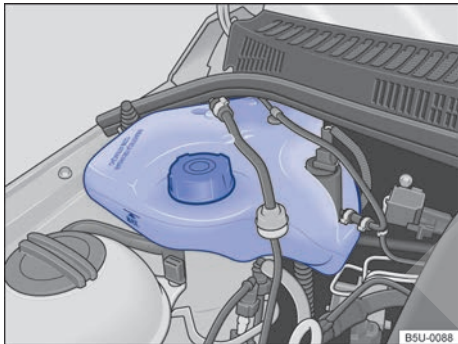

Fig. 139 En el compartimento del motor: tanque de gasolina para el sistema de arranque en frío para motor TOTALFLEX.
El tanque de gasolina del sistema de arranque en frío se encuentra en el compartimento del motor, del lado derecho \Rightarrow fig. 139.
- Nunca sobrepasar la marca “MÁX” indicada en el tanque \Rightarrow fig. 139.